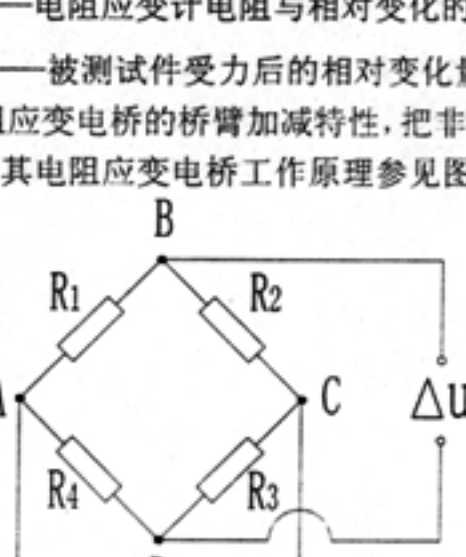

图 2 GBY 型传感器电阻应变电桥工作原理图
2.2.3 利用电阻应变电桥的桥臂加减特性，把非电量的应变量转换为电压信号输出，其电阻应变电桥工作原理参见图 2 所示。
根据图 2 所示，可得出电阻应变电桥的电压输出关系式如 (3) 式所示：